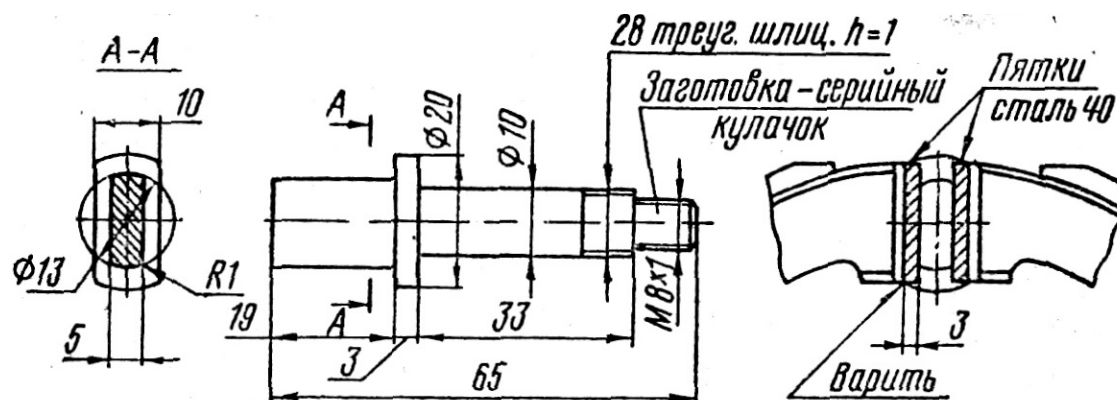

Рис. 82. Измененный кулачок тормоза переднего колеса и установка пяток на тормозные колодки
5. Слабая эффективность переднего тормоза — недостаток, в какой-то мере присущий всем выпущенным до 1978 г. минским мотоциклам. Для устранения этого дефекта рекомендуем сошлифовать кулачок, как показано на рис. 82, а к опорным площадкам приварить пятки толщиной 3 мм. Чтобы профиль кулачка совпадал с заданным, рекомендуем вычертить и выпилить надфилем в тонком металлическом листе отверстие данного профиля, по которому и подгоняют кулачок. При этом следует добиться, чтобы кулачок прилегал к опорным площадкам по всей поверхности.